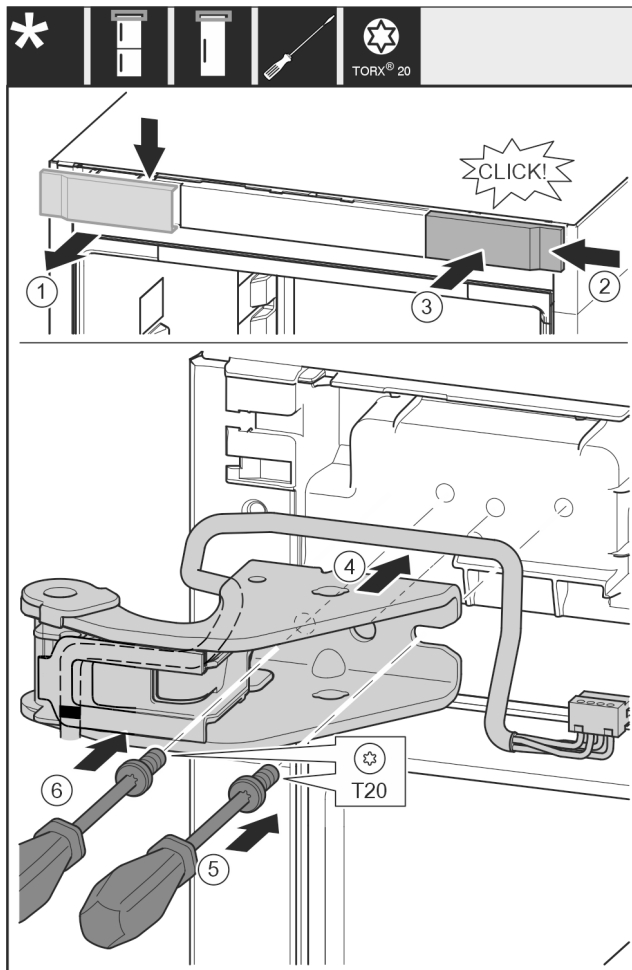

Fig. 22
- ▶ Rimuovere la copertura dall'alto in avanti. Fig. 22 (1)
- ▶ Agganciare da destra la copertura ruotata di 180° sull'altro lato. Fig. 22 (2)
- ▶ Innestare la copertura. Fig. 22 (3)
- ▶ Applicare il blocco di supporto superiore. Fig. 22 (4)
- ▶ Applicare la vite con il cacciavite T20 e serrarla. Fig. 22 (5)
- ▶ Applicare la vite con il cacciavite T20 e serrarla. Fig. 22 (6)